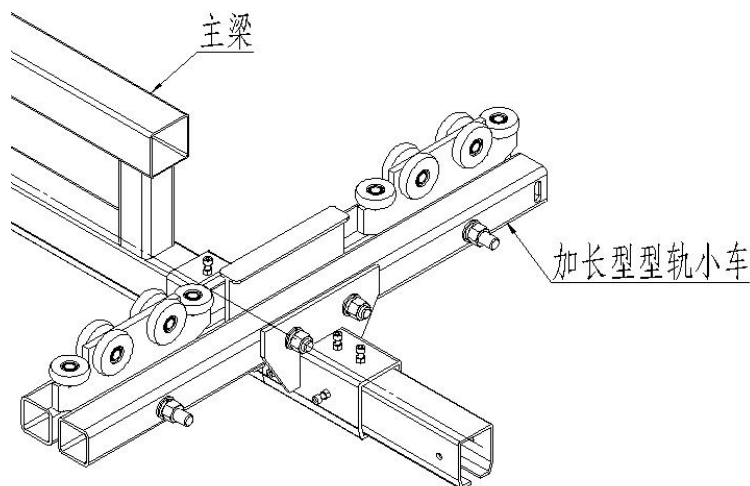

图 5E
- 5.12 将承重板放置在型轨小车的两个方管之间并穿入螺栓（图 5E）。
- 5.16 将一个型轨小车滑套在主梁的电源供给端（请参考总装图，确定型轨小车的位置。型轨小车的套管与主梁上第一个垂直构件的距离为 50mm），并紧固到位（如图 5E）。